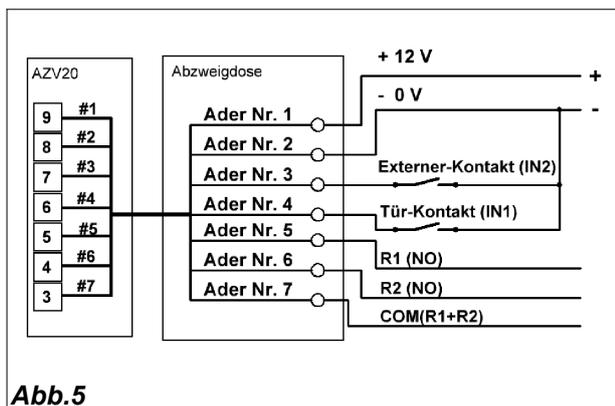

Abb.5
**Achten Sie beim Anschluss der Versorgungsspannung unbedingt auf die richtige Polarität (siehe Abb. 5) !**
Der elektrische Anschluss hat nach Abbildung 5 zu erfolgen.